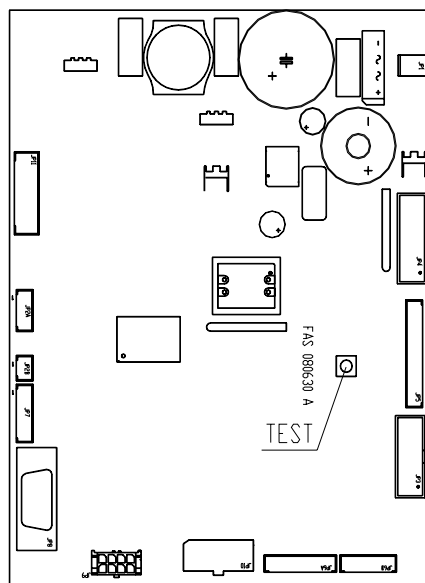

FIG. 3
- Se compare sul display la scritta "MEMORY CLEARED" premere il pulsante situato sulla scheda principale all'interno box gettoniera (vedi FIG. 3) per inizializzare la memoria. Sul display appare il messaggio "PORTA APERTA DISTRIBUTORE IN MANUTENZIONE". Il distributore automatico inizierà automaticamente un autotest. Se non viene identificato alcun errore la colonna si sposterà in posizione di inizio e la macchina sarà pronta all'uso.